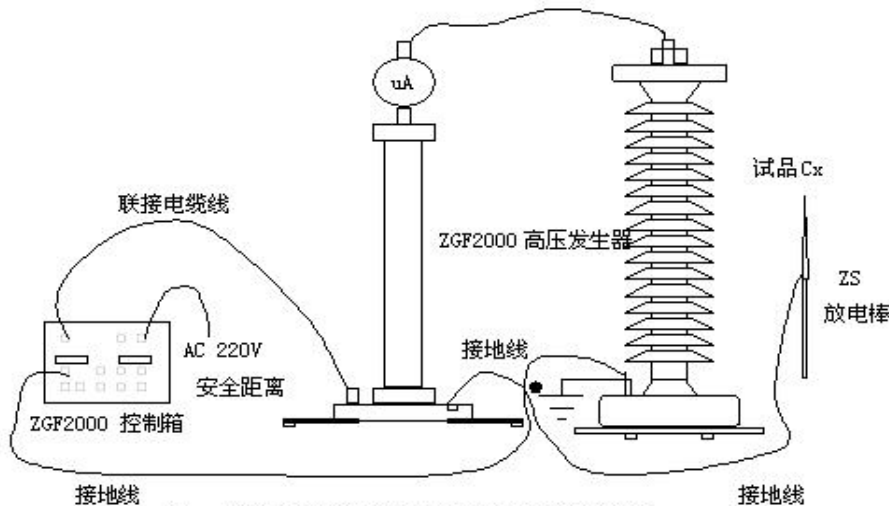

图 6 试品试验接线示意图及接地线联接方法
(1) 直流发生器在使用前应检查其完好性,联接电缆线不应有断路和短路,设备无破裂等损坏。
(2) 将机箱、倍压筒放置到合适的安全的位置,分别联接好电源线、电缆线和接地线。保护接地线与工作接地线以及放电棒的接地线均应单独接到试品的地线上(即一点接地)。严禁各接地线相互串联使用,以免击穿时地电位抬高形成反击,损坏仪器(见图 6) 返回目录